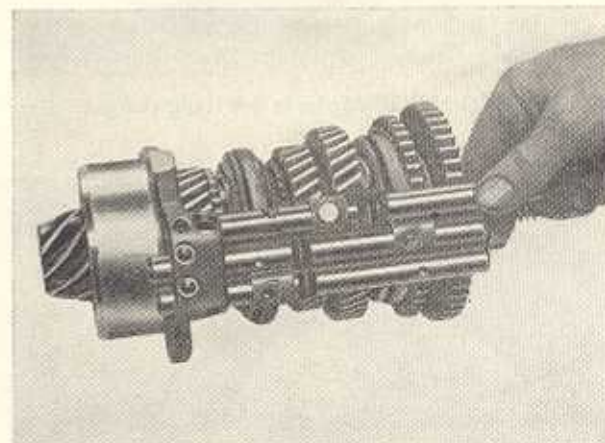

Bild G 110. Schaltstange für Rückwärtsgang einführen
8. Schaltstange für den Rückwärtsgang mit dem Schaltmitnehmer (s. Abschnitt 4.10.1., Punkt 1) bis an die Bohrung für die Arretierfeder und Kugel in die Flanschbuchse schieben, Feder und Kugel nacheinander in die Bohrung einlegen und Schaltstange bis zur Leerlaufstellung weiterschieben (Bild G 110).